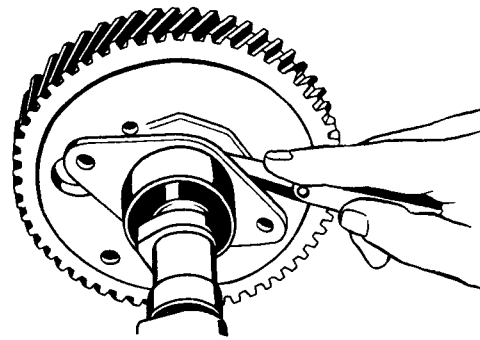

Рис. 60. Проверка осевого зазора распределительного вала
- с помощью щупа, вставляемого между упорным фланцем распределительного вала и ступицей шестерни газораспределения проверить осевой зазор распределительного вала (рис. 60). Зазор должен быть в пределах 0,1 — 0,2 мм;